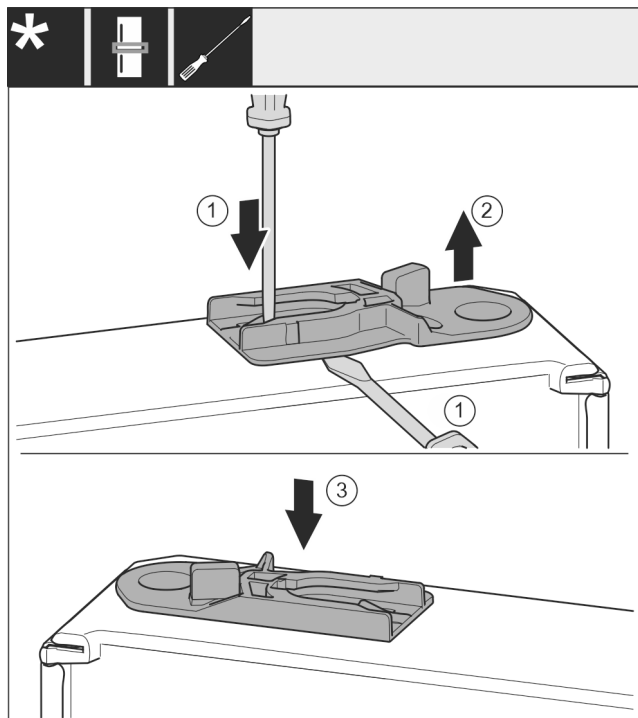

Fig. 38 *
- Führungsbuchse herausziehen: Lasche mit Schlitzschraubendreher drücken und gleichzeitig mit Schlitzschraubendreher unter Führungsbuchse fahren. *Fig. 38 (1, 2)**
- Im Lieferumfang beiliegende Führungsbuchse auf anderer Gehäuseseite einschieben. *Fig. 38 (3)**